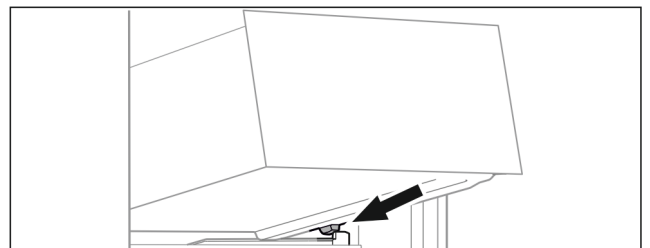

Fig. 98
- ▶ Поставете чекмеджето под ъгъл зад ограничителите върху реброто на съда. (виж Fig. 98)